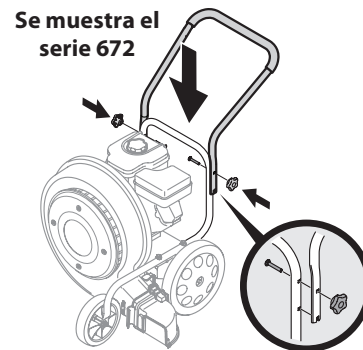

Figura 2
2. Coloque la manija superior sobre la inferior, alineando los orificios superiores/ las lengüetas de metal de la manija superior con los orificios superiores/orificios inferiores de la manija inferior. Sujete la manija superior a la manija inferior con los pernos de carro (a) y las perillas en estrella (b) extraídos en el paso 1. Consulte la Figura 2.